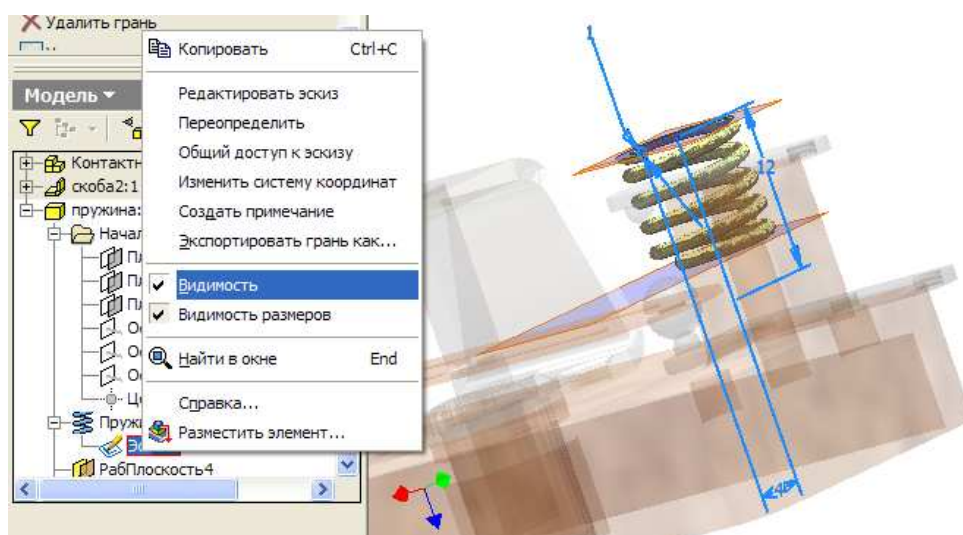

Рис. 159
2) **Совмещение** осей пружины и кнопки. Для этого нужно, чтобы ось кнопки стала видимой. В **браузере** выделите деталь **Пружина** – правой кнопкой вызовите контекстное меню – выберите команду **Редактировать**. В браузере будут активны команды, с помощью которых создавалась пружина. Откройте в браузере команду **Пружина1** , на **Эскиз1** нажмите правой клавишей – в появившемся контекстном меню поставьте галочку рядом со словом **Видимость** (рис. 159) – **Возврат - Возврат**. Теперь ось пружины стала видимой и ее можно соеди-